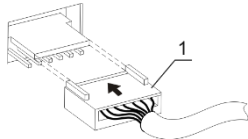

Рисунок 1. Подключение термоблока
- Выбрав термоблок, подсоедините штекер к разъему согласно схеме на рис. 1. Убедитесь, что разъем установлен плотно, до упора.
Внимание! По истечении заданного интервала времени вращение платформы прекращается автоматически, но нагрев можно прекратить, только сокращая температуру кнопкой Т (°С) ▼ (рис. 1/3, нижняя кнопка) до появления индикации OFF в верхней части дисплея.